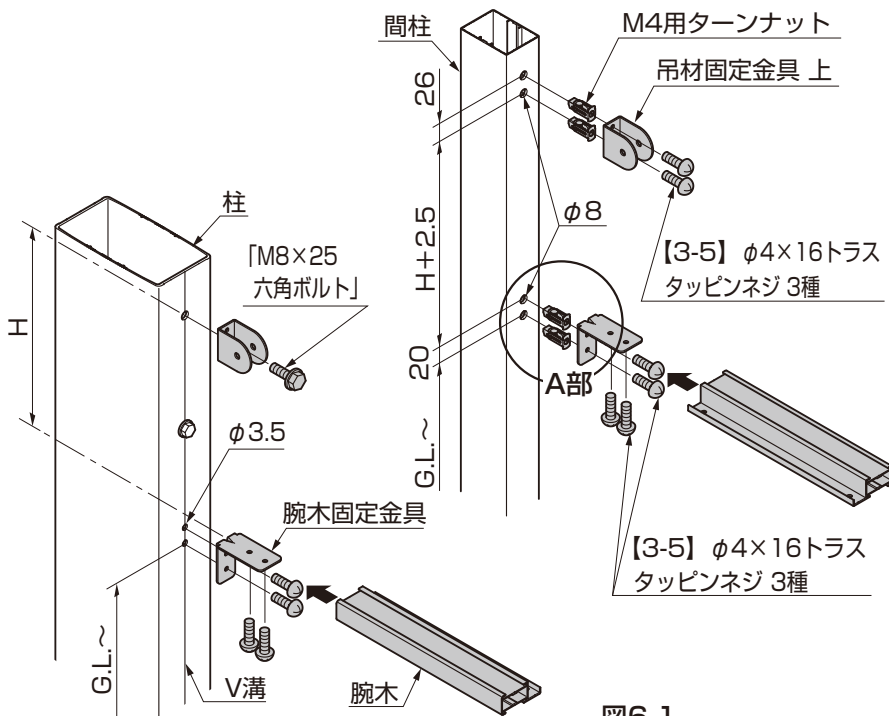
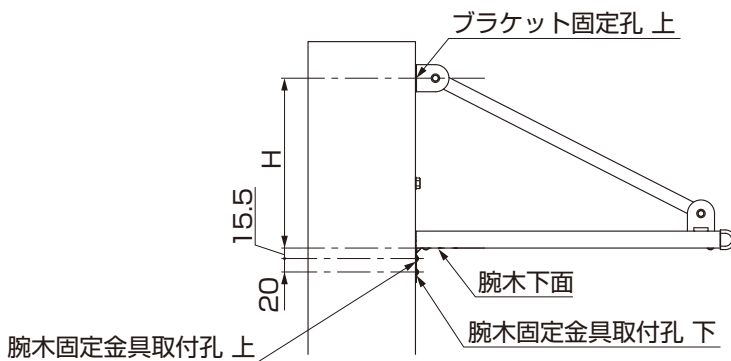

図6-1
図6-3
- ① 「2. 基本寸法」 および図6-1を参照して、柱に $\phi 3.5$ 、間柱に $\phi 8$ の孔加工をしてください。(図6-3参照)
- ② 腕木固定金具・吊材固定金具 上をM4用ターンナットと【3-5】で取付けてください。